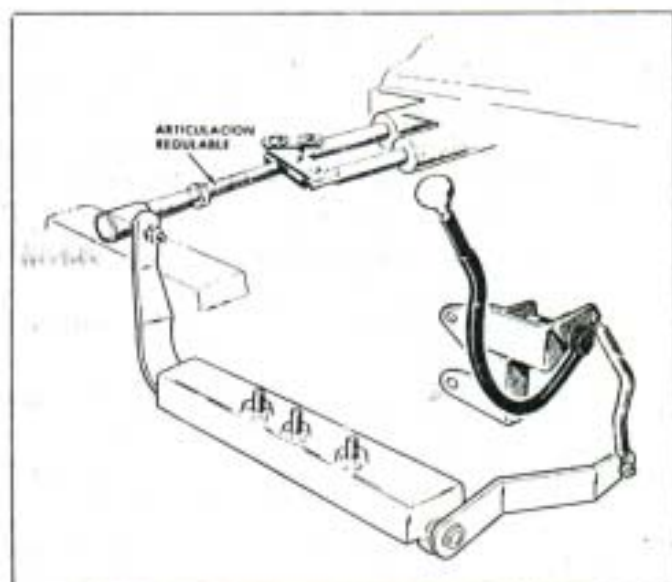

Fig. 308. - Esquema de palancas de cambio.
- 3) Llevar la palanca, en la cabina, hacia adelante (frente del vehículo) hasta casi su posición extrema, regular el acoplamiento de la articulación regulable y conectar mediante el perno las palancas de conexión de las barras de cambio (Fig. 308).